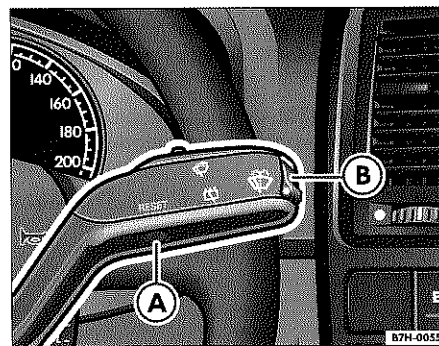

Fig. 8 Palanca del limpiacristales: tecla A y tecla basculante B
– Pulse la tecla basculante ⇒ fig. 8 (B) de la palanca del limpiacristales durante más de dos segundos para visualizar el menú principal en la pantalla.
– Seleccione una opción del menú con la tecla basculante (B). Dicha opción se destaca.
– Para confirmar su selección pulse la tecla [RESET] (A) o espere unos instantes hasta que se confirme automáticamente.